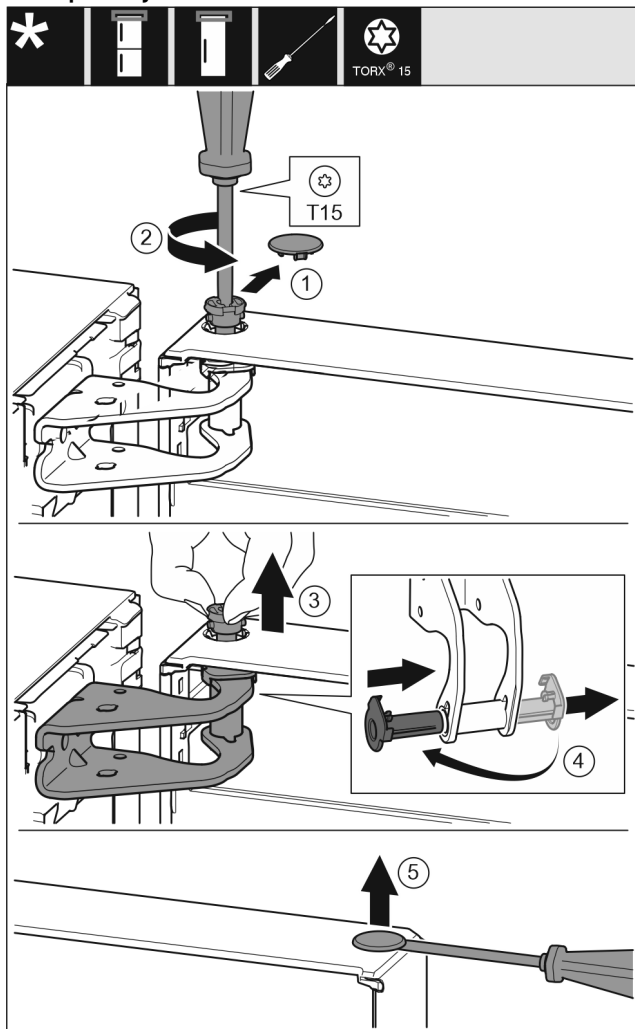

Fig. 12
- Bezpečnostní kryt opatrně stáhněte. Fig. 12 (1)
- Šroubovákem T15 o kousek vyšroubujte čep. Fig. 12 (2)
- Dveře podržte a čep vytáhněte prsty. Fig. 12 (3)
- Vytáhněte ložiskové pouzdro z vedení. Vložte z druhé strany a zaklapněte. Fig. 12 (4)
- Plochým šroubovákem opatrně nadzvedněte zátku z ložiskového pouzdra dveří a vytáhněte ji. Fig. 12 (5)